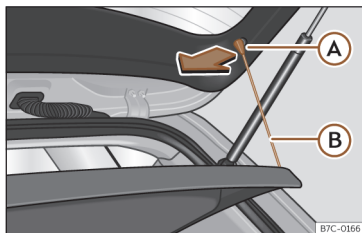

Fig. 115 Na bagageira: desmontar e montar a chapeleira.
- Desengate os tirantes de fixação »» **Fig. 115** (B) dos alojamentos (A).
- Engate os tirantes de fixação »» **Fig. 115** (B) na porta da bagageira.